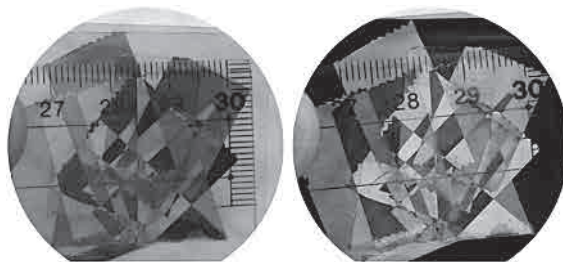

図2 3分で作れる偏光ステンドグラス
- (1) 蛍光灯、白熱球、LEDなどの色々な光を簡易分光器を使って観察します。
- (2) 同じ色に見える光でも、種類によって元々の光が違うことを確かめます。
- (3) 蛍光灯、白熱球、LED 3つの光に手を近づけてみましょう。
- (4) 偏光板とセロハンテープで色の変化するステンドグラスを作ってみましょう（図2）。
- (5) 光の性質、偏光について体験から学びましょう。